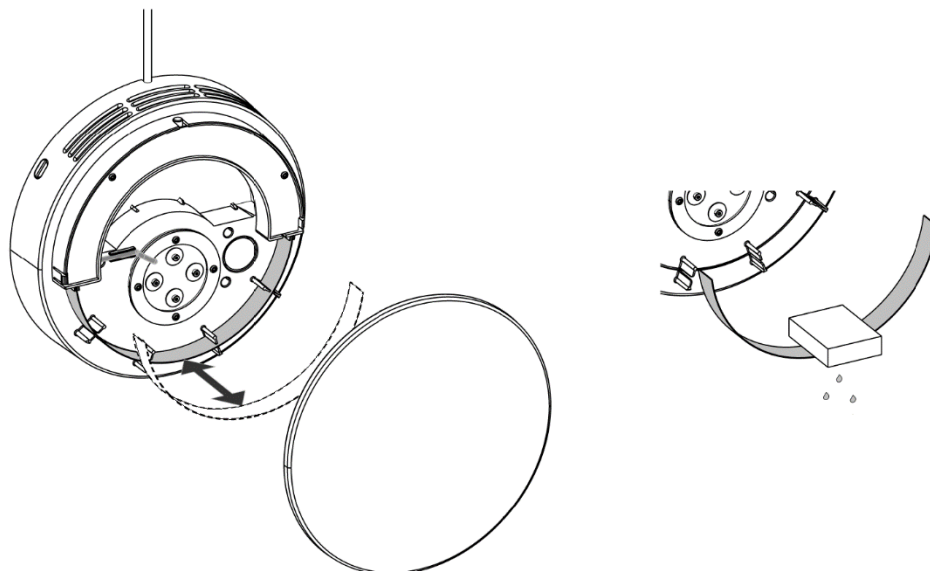

Figure 18 - Nettoyez le filtre grossier interne.
6. Détachez le couvercle intérieur. Retirez le filtre grossier et nettoyez-le soigneusement avec une éponge ou un chiffon humide (voir Figure 18 ci-dessous). Utilisez de l'eau ou un mélange d'eau et de savon universel.